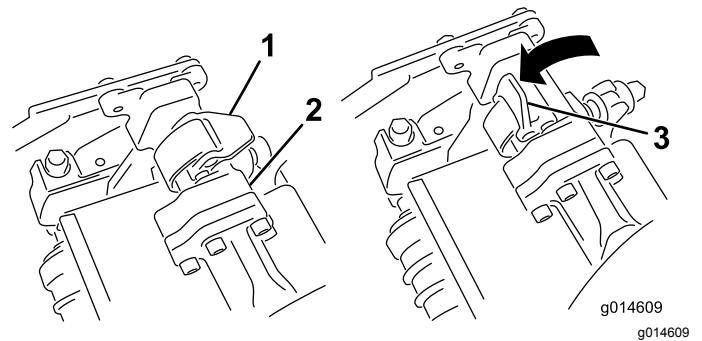
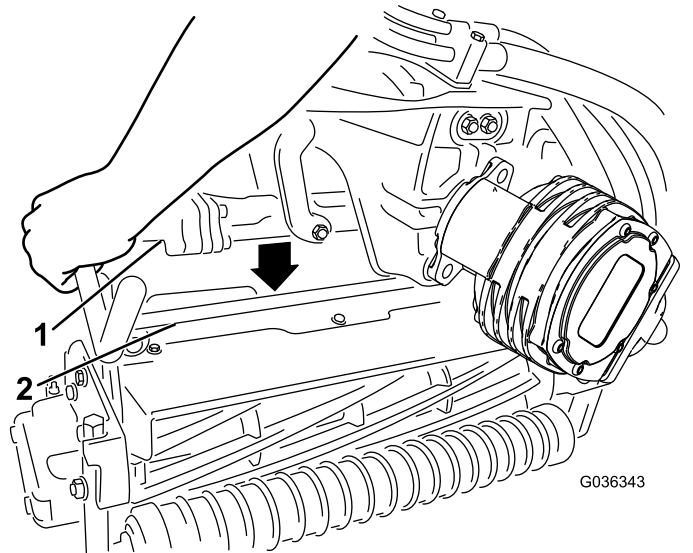

Figure 49
Figure 50
4. Les verrous de la barre de bras de suspension étant orientés en haut (c.-à-d. ouverts) (Figure 49), poussez le bras de suspension vers le bas pour que la barre s'engage sur la barre transversale au sommet de l'unité de coupe (Figure 50).
5. Fermez les verrous autour de la barre de l'unité de coupe et bloquez-les en place (Figure 49).
5. Ouvrez les verrous sur la barre du bras de suspension appartenant à l'unité de coupe que vous voulez déposer (Figure 49).